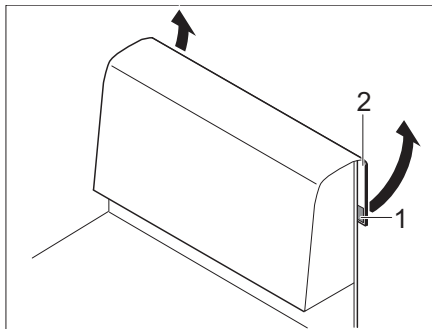

Bild 71 Ryggdyna
- Lossa kardborrefästet (Bild 71,1) på tygöverdraget (Bild 71,2) baktill.
- Dra av tygöverdraget (Bild 71,2) uppåt.
- Stryk tygöverdraget (Bild 71,2) bakåt och tryck fast kardborrefästet (Bild 71,1).